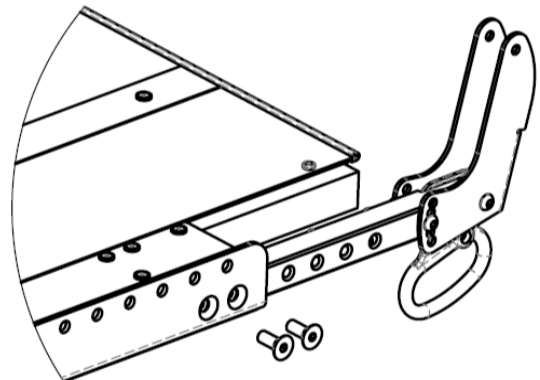

Fig. 15.6 Regolazione della profondità della seduta
1. Svitare e rimuovere le due viti a testa piatta 5/16-18 su ogni lato (Fig. 15.6).